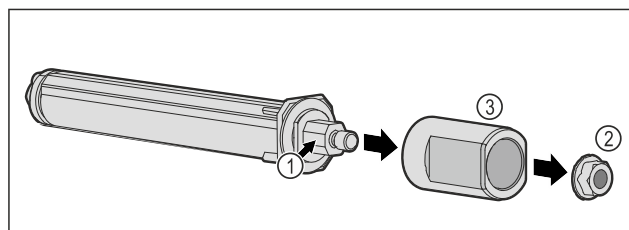

Fig. 54
► Ne razstavite sistema za zaklepanje vrat Fig. 54 (1).
► Odstranite matico Fig. 54 (2).
► Snemite tulec Fig. 54 (3).